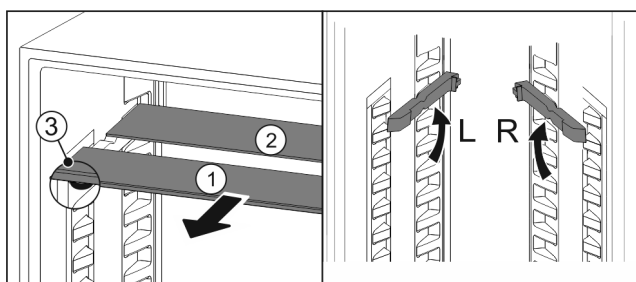

Fig. 117
- ▶ Sortir les tablettes par l'avant Fig. 117 (1).
- ▷ La tablette en verre Fig. 117 (1) avec bordure décorative est située à l'avant.
- ▷ Les butées Fig. 117 (3) sont orientées vers le bas.